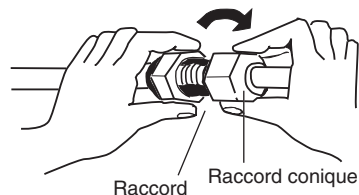

Fig. 5-5
- (3) Pour une bonne connexion, alignez le tube raccord et le tube d'évasement droit entre eux, puis vissez d'abord légèrement le raccord conique pour obtenir une bonne correspondance. (Fig. 5-5)